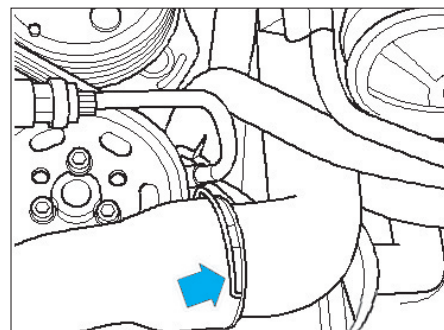

Fig. 5
• Déverrouiller le raccord rapide entre le turbocompresseur et le radiateur d'air de suralimentation en tirant sur l'agrafe de retenue (Fig.5).